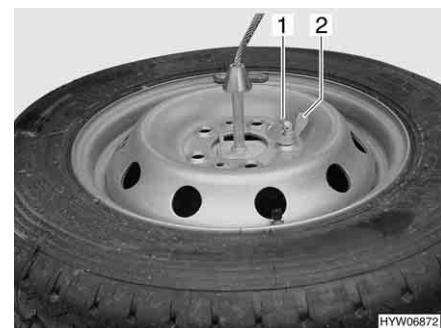

Fig. 195 Ruota di scorta
- Togliere la copiglia (Fig. 195,1) e il dado ad alette (Fig. 195,2) del supporto per la ruota di scorta.